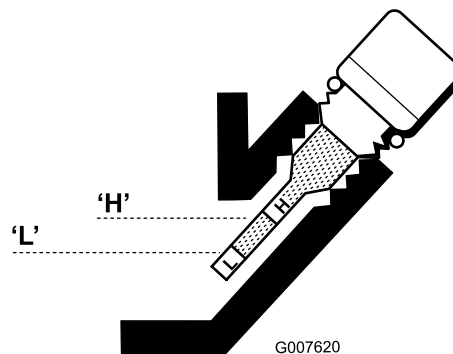

Figure 20
5. Si le niveau est bas, ajoutez suffisamment d'huile pour le faire monter entre les repères H et L sur la jauge (Figure 20). **Ne remplissez pas excessivement.**